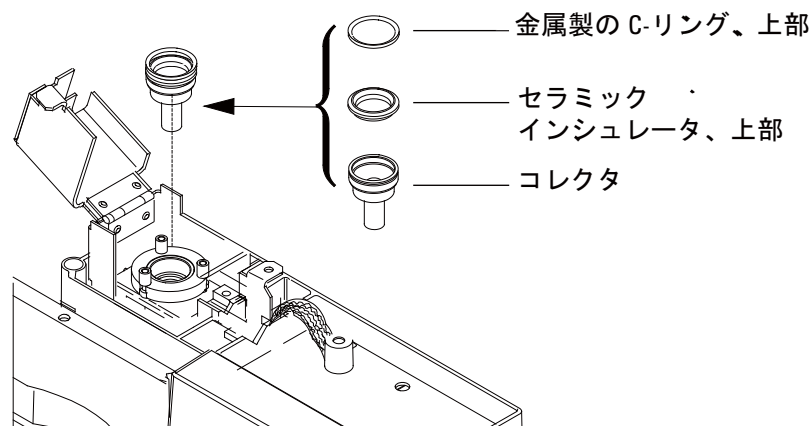

図 6 NPD コレクタ、上部インシュレータ、および金属製 C-リング
- 20 下側の金属製 C-リング、下部セラミックインシュレータ、および上側の金属製 C-リングを取り付けます。図 6 を参照してください。